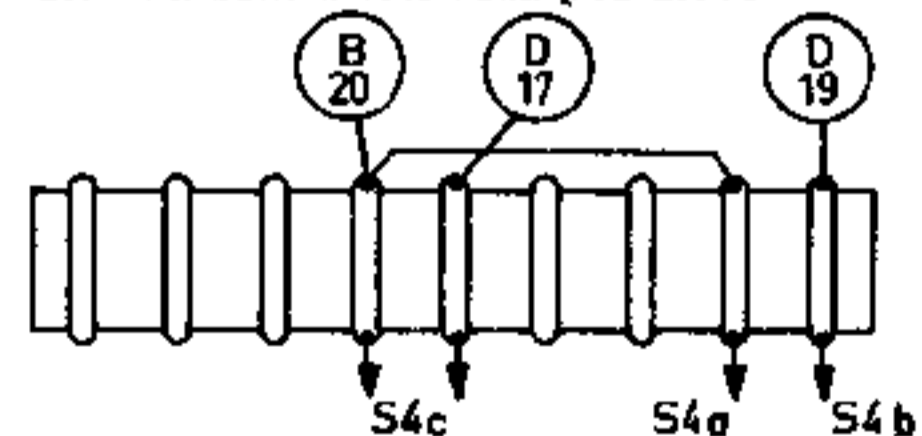

Fig. 1
- a. The connections to the connection strip of the ferroceptor (S4) have been modified as shown in Fig. 1. Also see TRA3581. Moreover, connection \textcircled{E}_{20} in unit D has been cancelled. Connection \textcircled{E}_{20} is now located in unit B, where it is connected to junction R11/C23. Therefore, \textcircled{D}_{20} in unit E, should be numbered \textcircled{B}_{20} .
- a. De verbindingen naar het aansluitstripje van de ferroceptor (S4) zijn gewijzigd zoals Fig. 1 aangeeft. Zie ook TRA3581. Tevens is verbinding \textcircled{E}_{20} in unit D vervallen. Verbinding \textcircled{E}_{20} komt nu in unit B en is daar verbonden met knooppunt R11/C23. Tengevolge hiervan moet in unit E \textcircled{D}_{20} omgenummerd worden in \textcircled{B}_{20} .
- a. Les connexions vers la barrette du ferrocepteur (S4) ont été modifiées comme indiqué fig. 1. Voir aussi TRA3581. En outre, la connexion \textcircled{E}_{20} du bloc D est supprimée. La connexion \textcircled{E}_{20} se trouve maintenant dans le bloc B et y est reliée au noeud R11/C23. Il en résulte que dans le bloc E \textcircled{D}_{20} doit être numéroté \textcircled{B}_{20} .
- a. Die Verbindungen zum Anschlussstreifen des Ferroceptors (S4) sind, wie aus Abb. 1 ersichtlich ist, geändert. Siehe auch TRA3581. Verbindung \textcircled{E}_{20} der Einheit D ist nach Einheit B verlegt und dort mit Knotenpunkt R11/C23 verbunden. Demzufolge ist \textcircled{D}_{20} der Einheit E mit \textcircled{B}_{20} zu markieren.
- a. Los hilos que van hacia la regleta de conexiones del ferroceptor (S4) han sido modificadas tal como se indica en la Fig. 1. Véase también la figura TRA3581. Además la conexión \textcircled{E}_{20} de la unidad D ha sido suprimida. Ahora la conexión \textcircled{E}_{20} va a la unidad B y allí está unida con el nudo R11/C23. Debido a esto, en la unidad E hay que cambiar el número \textcircled{D}_{20} por el número \textcircled{B}_{20} .